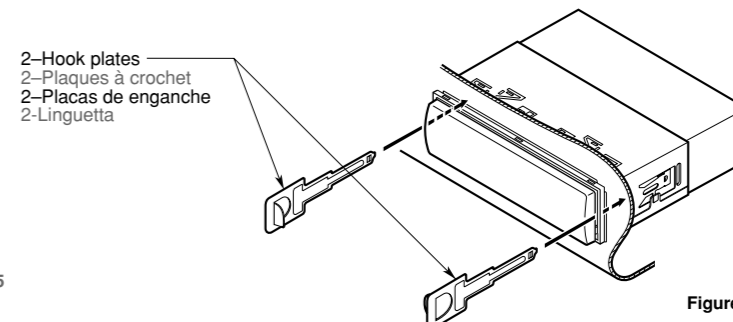

Figure 6 / Figure 6 / Figura 6 / Figura 6
3. Insert and lock the hook plates (Figure 6).
3. Insérer et verrouiller les plaques à crochet (Figure 6).